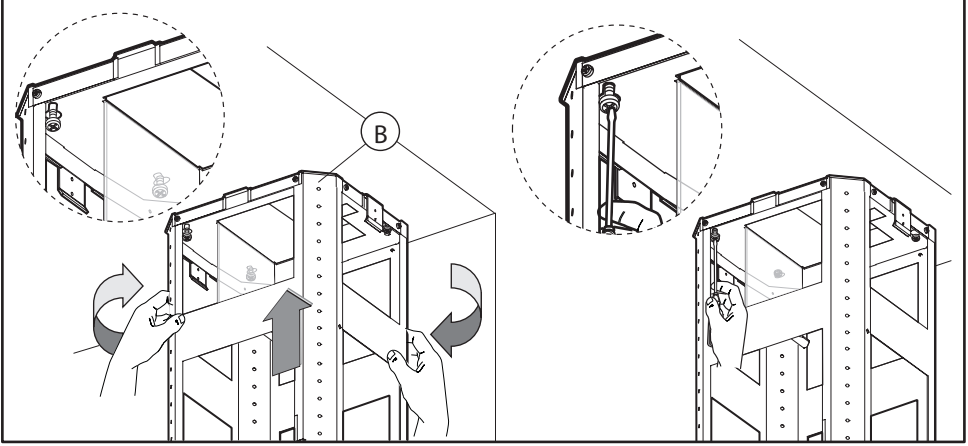

Fig.4
- Prendere la parte superiore della struttura **B** (Fig.4) ed inserirla sulle 3 viti non avvitate completamente in corrispondenza delle 3 asole. Fare una piccola rotazione per l'incastro (Fig.4). Avvitare la quarta vite **X** e tirare le altre 3 restanti per permettere il bloccaggio definitivo della parte superiore della struttura **B**.